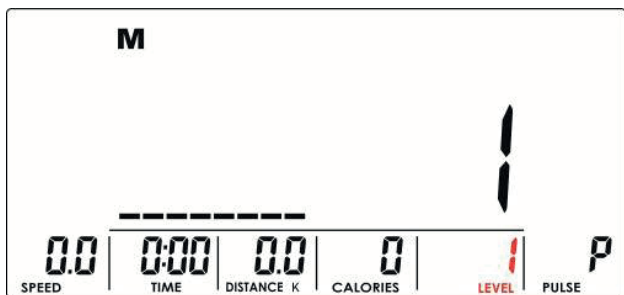

Abbildung 10
2. Stellen Sie die Belastungsstufe mit dem Encoder ein (Abb. 10). Der Vorgabewert ist 1.